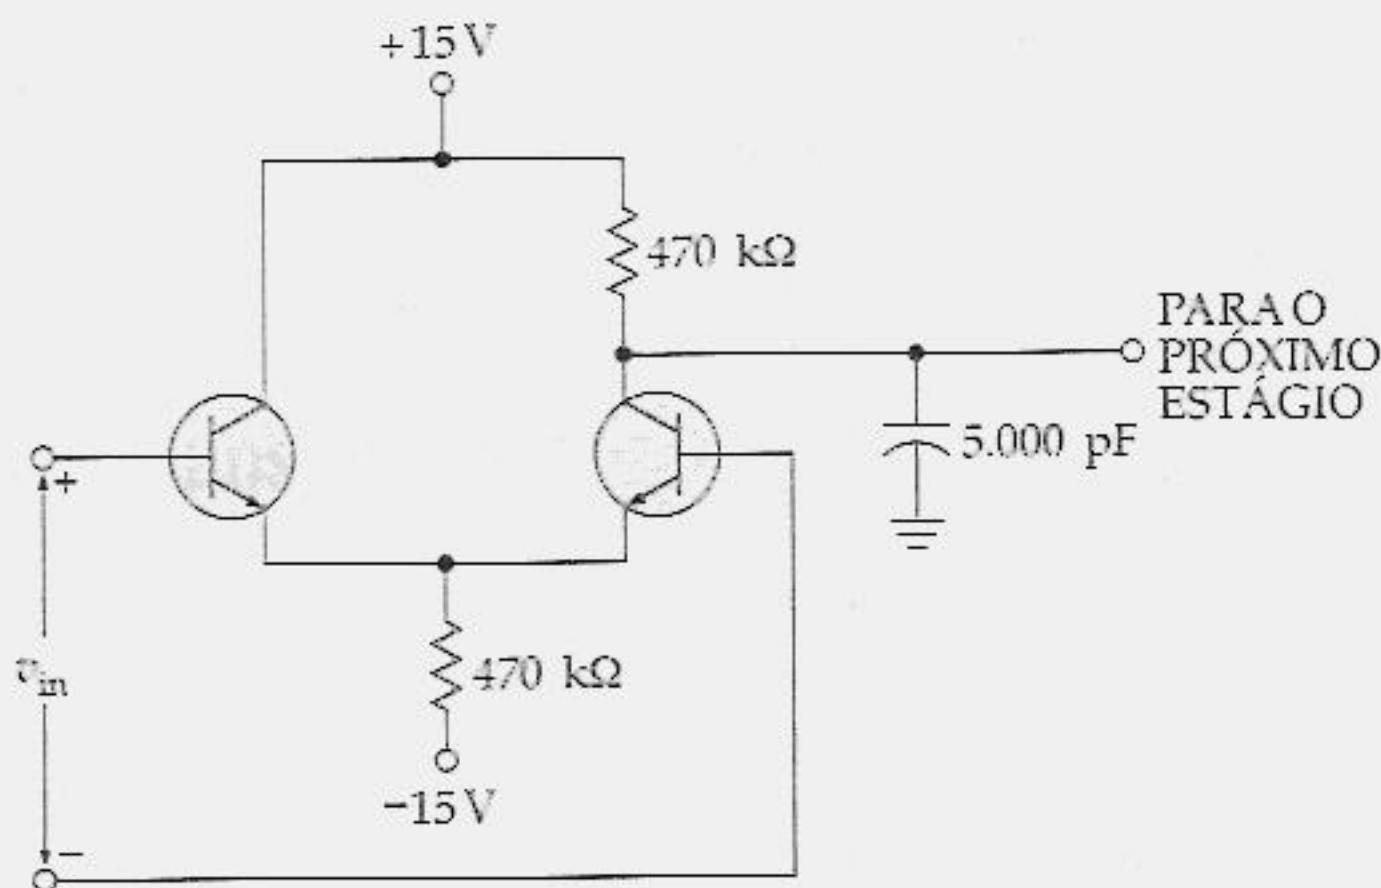

Figura 18.18
- 18.1 Qual a frequência crítica na Figura 18.18? E a frequência de ganho unitário?
- 18.4 As resistências de cauda e de coletor do circuito da Figura 18.18 são alterados para 47 k Ω . Qual a frequência crítica? E a frequência de ganho unitário?
- 18.10 Qual a taxa de variação do circuito da Figura 18.18?